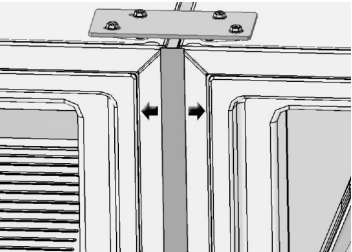

Fig. 17
- b. Ajustez l'écart des unités au besoin pour centraliser la garniture du milieu. Commencez par fixer les vis sur le support supérieur 1H, afin d'espacer uniformément la garniture centrale (Fig. 17).